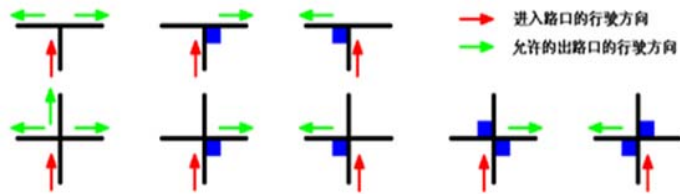

图3 转弯标志及允许的出口口行驶方向
3.2.5 在黑色引导线的十字或丁字交叉处，可能会出现50mm×50mm的深蓝色转弯标志。机器人在遇到转弯标志时的正确动作方式如图3所示。